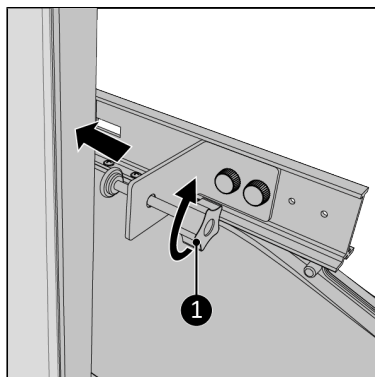

Figure 169.
16. Serrez soigneusement la vis de fixation sur le cadre de la fenêtre (Figure 169, pos. 1).